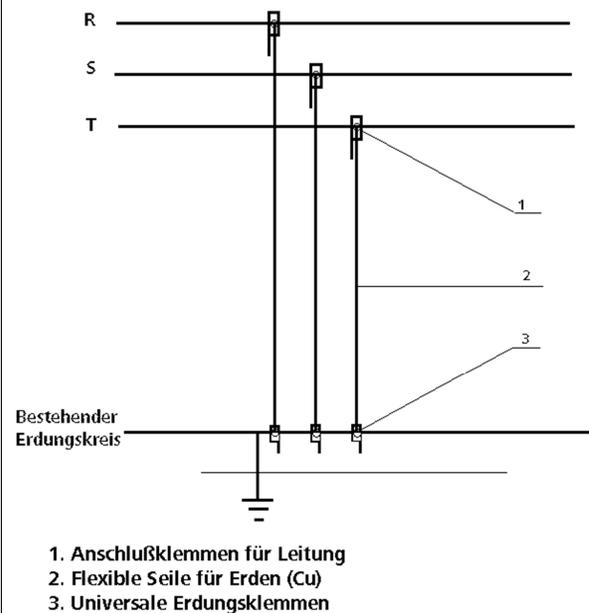

Abb. 6. Konstruktion der tragbaren phasengesteuerten Erdung für 110kV-Freileitungen.
– Erdungsvorrichtung Die tragbare phasengesteuerte Erdung für 110kV-Freileitungen besteht aus: 3 (drei) flexiblen Erdungsseilen (2 - s. Abb. 6) mit Querschnitt 95 мм²(Cu) und Länge 10 m. Ans eine Ende eines jeden